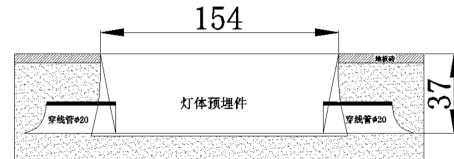

图 2
2. 在地面开 $\Phi 154\text{mm} \times 37\text{mm}$ 的槽孔, 根据灯具的指示方向放入槽孔内, 安装效果如图 2 所示。